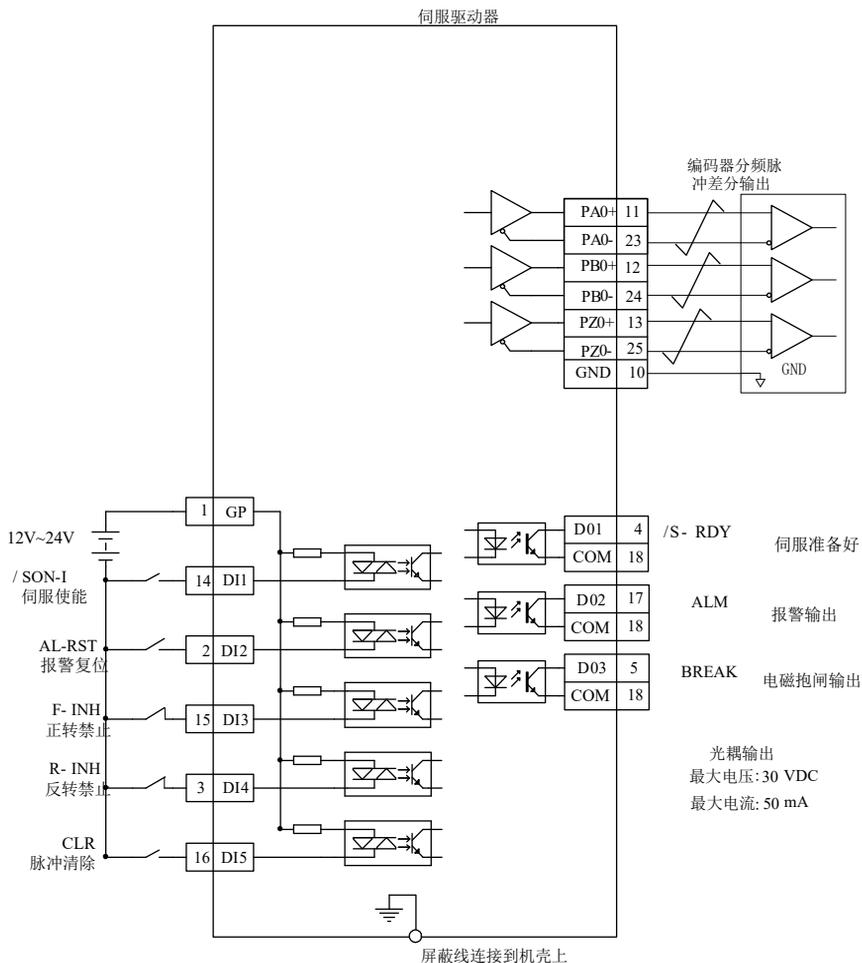
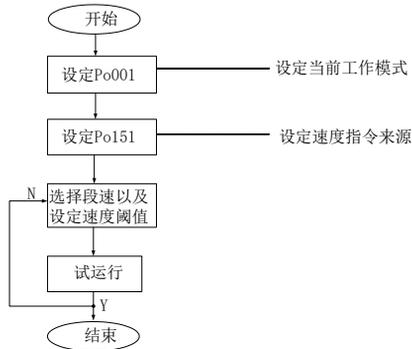

图 6.2.2 内部寄存器速度模式典型接线图
图 6.2.3 内部寄存器速度设置流程图
- ★ 参考图 6.2.2 或图 6.2.3 的配线说明，进行 DI/D0 信号的连线；